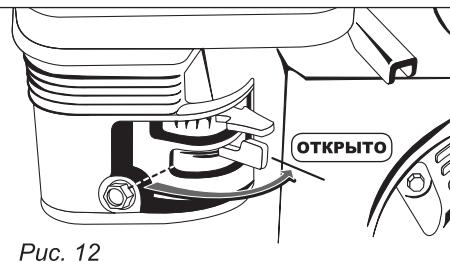

Рис. 12
- Откройте топливный кран (рис. 12).